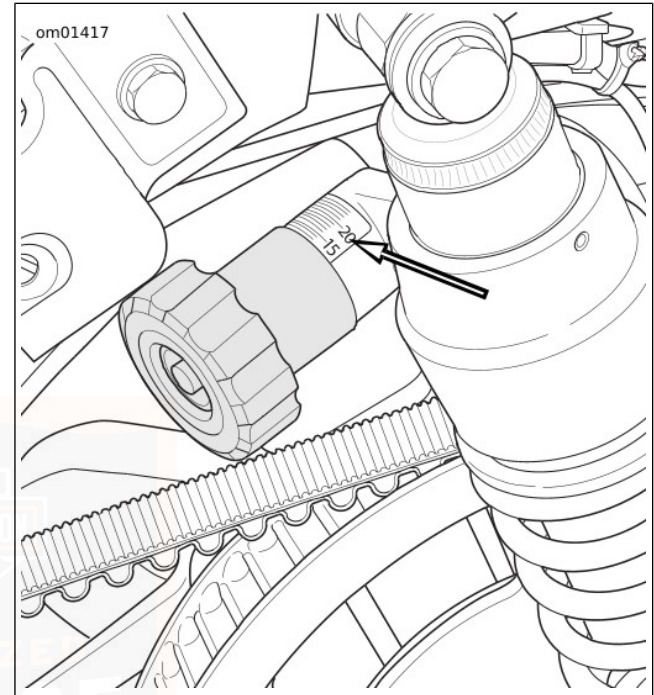

Abbildung 16. Vorspannungseinstellknopf
2. Siehe Abbildung 16. Den Knopf in die gewünschte Stellung für die erwartete Last drehen. Der Knopf klickt nach jeder halben Umdrehung. Siehe Tabelle 21 oder Tabelle 22